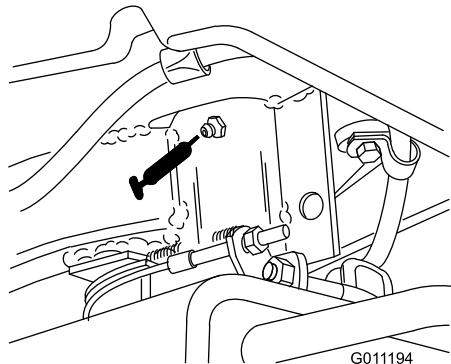

Figure 26
- Axe de fourche de direction (1) (Figure 26)